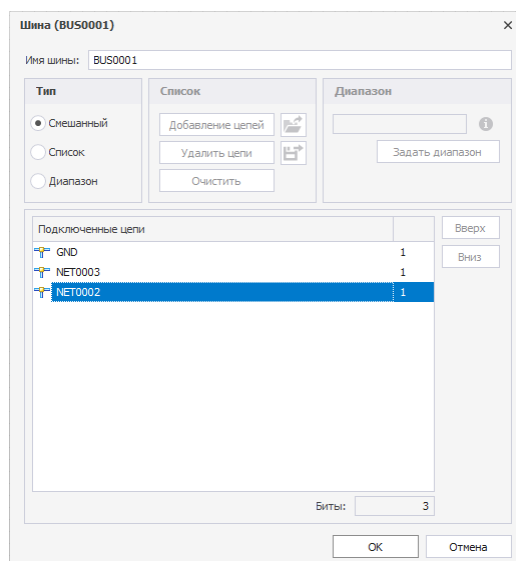

Рис. 116 Переименование шины в окне «Шина»
- Из контекстного меню шины. Для этого необходимо в контекстном меню выбрать пункт «Цепи» и в появившемся окне «Шина» ввести новое имя в строке «Имя шины», см. Рис. 116.